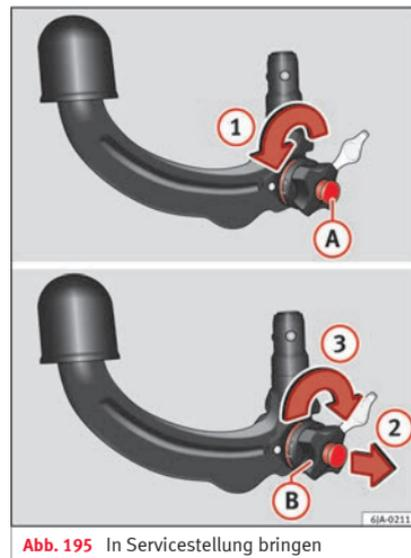

Abb. 195 In Servicestellung bringen
- Drehen Sie den Schlüssel (A) in Pfeilrichtung (1) bis zum Anschlag » Abb. 195.
- Nehmen Sie das Handrändelrad (B) mit der rechten Hand in Pfeilrichtung (2) heraus und drehen Sie es in Pfeilrichtung (3) bis zum Anschlag.